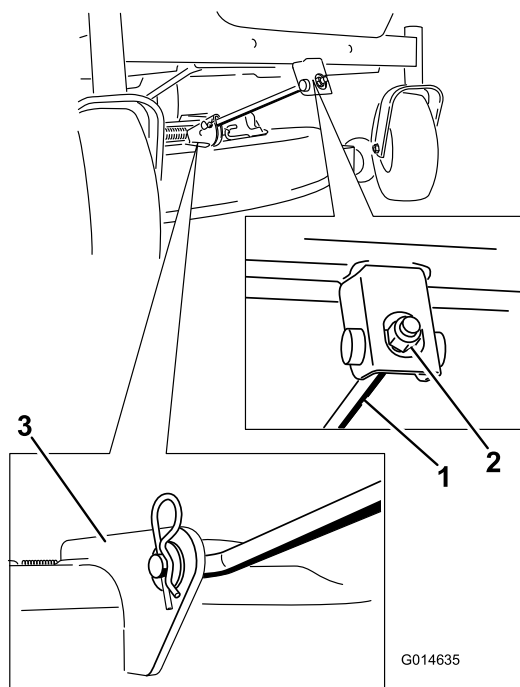

Figura 73
5. Îndepărtați tiftul în formă de agrafă de pe tija de sprijin din față i scoateți tija din suportul pentru punte (Figura 73).
8. Fixăi tijă de sprijin față de puntea mâinii de tuns iarba cu tiftul cu cap și gaură și tiftul în formă de agrafă (Figura 73).